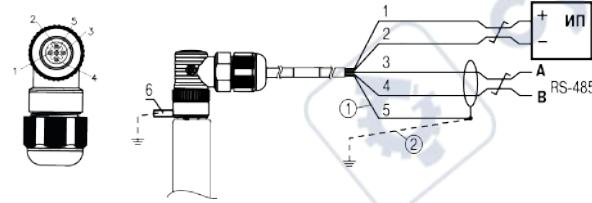

Рисунок 7.2 – Схема подключения с подключением экрана по схеме выравнивания потенциала
- Заземлить корпус датчика с помощью клеммы заземления (см. рисунок 7.2 подключение 6).